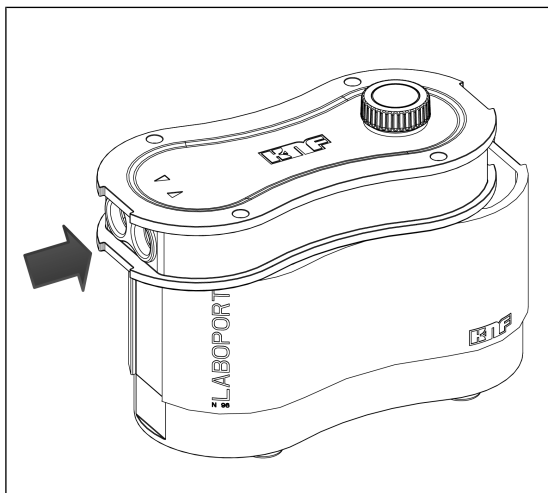

Fig.12: Deslizar la tapa de la carcasa por encima de las conexiones de gas (cerrar la bomba)
2. Deslizar la tapa de la carcasa (2) sobre las conexiones de gas hasta que la forma de la tapa de la carcasa (2) coincida con la forma de la carcasa de la bomba (3) (ver Fig. 12).